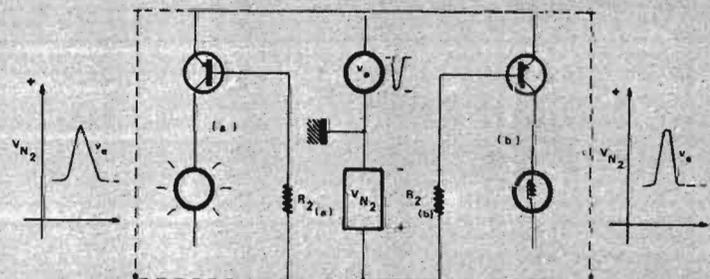

Fig. 114
1) par les bases, comme une augmentation de la valeur positive de  $V_{Nz}$  donc bloquante pour le transistor (a) et sans effet sur (b) déjà bloqué (fig. 114),